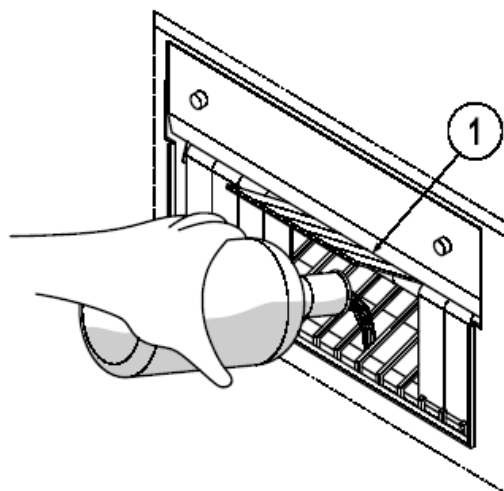

FIG. 4
- do butelki nalej większą ilość wody pitnej, następnie wlej ją przez kratki do miski urządzenia (rys.4, pkt.1);